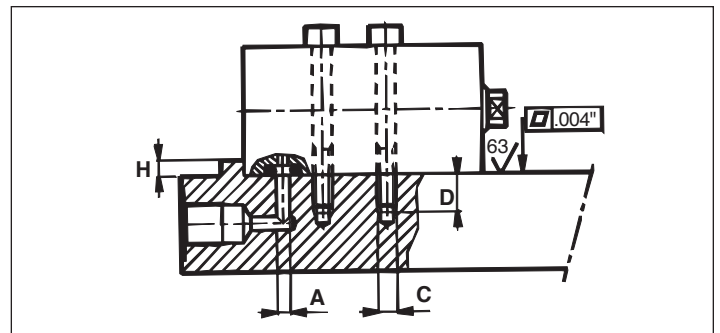

Abbildung 1. Montage des Verteilers
Tabelle A – Montageinformationen (siehe Abbildung 1 und 2)
VORSICHT: Beim Betrieb über einem Hydraulikdruck von 150 bar in den in Abb. 1 und 2 dargestellten Anwendungen eine Zylindersicherung bereitstellen; das Auftreten von Scher-Schubkräften an den Befestigungsschrauben wird durch eine Abstützung verhindert. Die Mindest-Stützhöhe (H) ist in Tabelle A, Installationsdaten, angegeben. Die Stärke dieser Stütze sollte dem Durchmesser des Montagebolzens entsprechen.
5.1 Verteilermontage: (Abbildung 1)